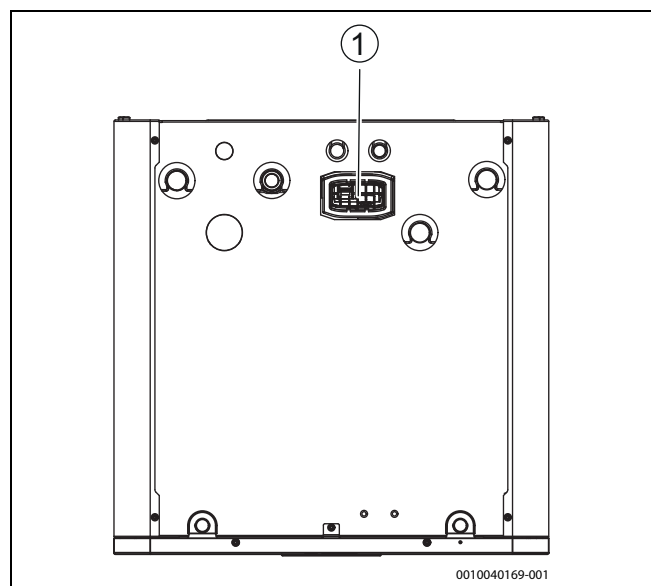

Bild 17 Connect-Key aufstellen
- ▶ Modul in den Halter einsetzen (→[1], Abbildung 17). Wenn das Modul richtig eingesetzt wurde, blinkt eine LED.